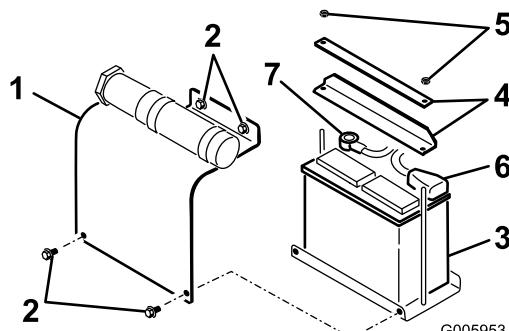

Рисунок 5
- Снимите четыре болта крепления крышки аккумуляторной батареи и снимите крышку (Рисунок 5).
- Снимите гайки и планки, которые удерживают аккумуляторную батарею (Рисунок 5).
- Установите аккумуляторную батарею на площадку (Рисунок 5).
- Прикрепите аккумулятор к площадке снятыми ранее планками и гайками (Рисунок 5).
- Подсоедините положительный (красный) кабель к положительной (+) клемме аккумулятора (Рисунок 5). Наденьте на штырь батареи резиновую крышку.
- Подсоедините отрицательный (черный) кабель к отрицательной (-) клемме аккумуляторной батареи (Рисунок 5).
- Установите крышку аккумулятора (Рисунок 5).